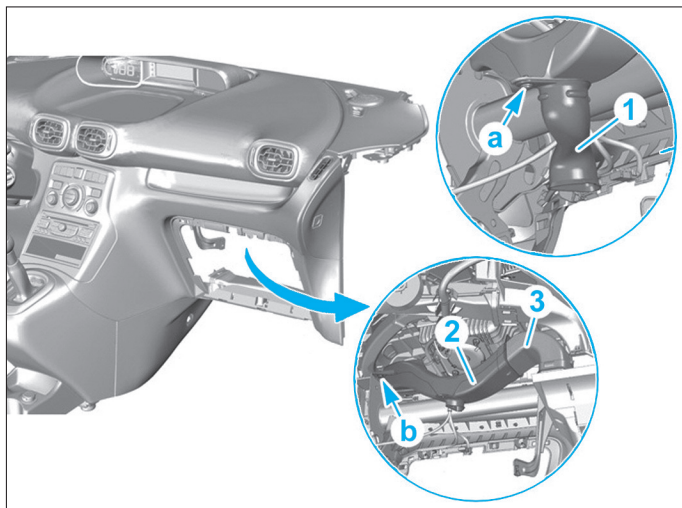

FIG. 3
- les fixations (a) et (b) pour déposer les conduits d'air (1), (2) et (3) (Fig.3),